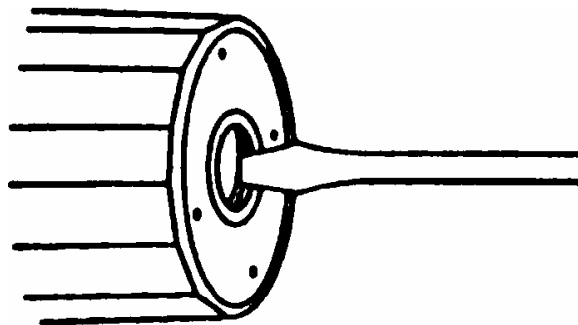

РИС. 8
- осторожно отвинтите винт для удаления воздуха (см. рис. 8),